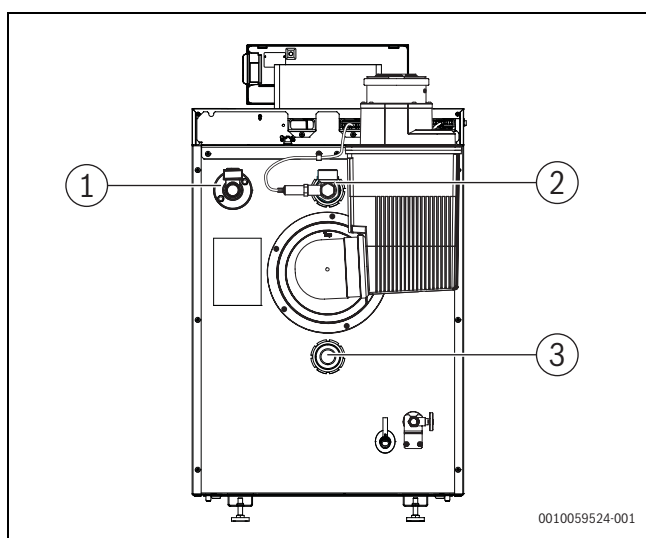
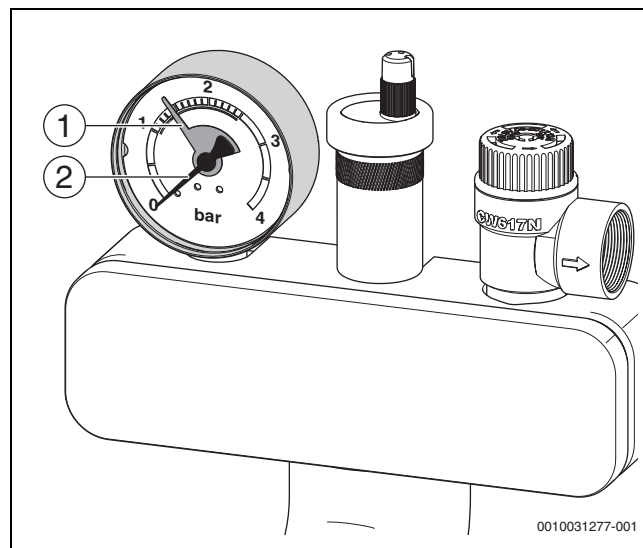

Bild 28 Vorlauf (VK) und Rücklauf (RK) montieren
Bild 29 Manometer (Beispiel)
- ▶ Roten Zeiger (→ Bild 29) des Manometers auf den erforderlichen Mindestdruck von 1 bar einstellen.
- ▶ Heizungsanlage über den bauseitigen Füllhahn (→ Bild 28) langsam befüllen. Dabei Druckanzeige des Manometers (→ Bild 29) beachten.